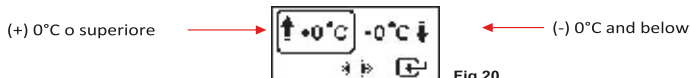

Fig.20
16. Qualora l'analizzatore dovesse rilevare una tensione della batteria inferiore al 75% della condizione ideale, prenderà in considerazione la temperatura ambiente e richiederà l'inserimento della temperatura da parte dell'utente come mostrato nella Fig.20 sotto: